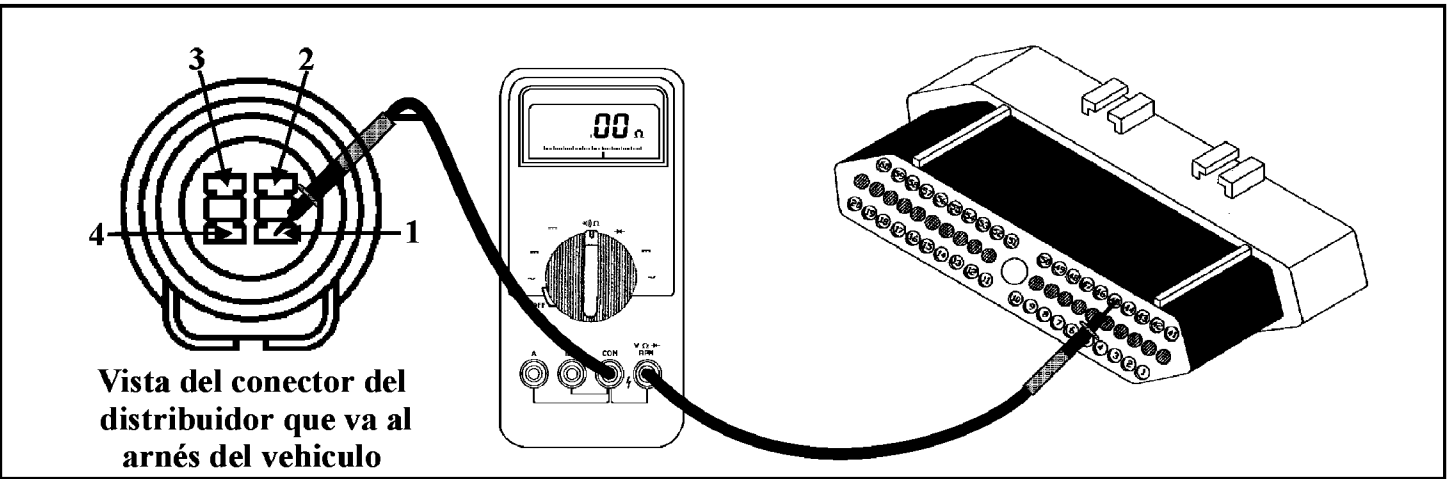

Figura 25
- Haga una prueba de continuidad desde el terminal 1 en la parte del conector del distribuidor que va al arnés del vehículo al terminal 45 en el conector del TCM como se ve en la figura 25. Si no hay continuidad, repare o reemplaze el alambre.